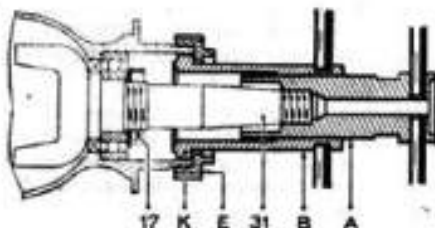

Fig. 18. -- Mise en place de l'ensemble pivot-fusée.
* Maintenir la transmission (maintenir l'arbre avec une griffe) pour serrer l'écrou (17) de blocage du roulement intérieur de fusée à 10 m/kg. (Attention, sauf sur les premiers modèles de voitures où les écrous de fusée de droite et de gauche étaient de même pas 35 x 150 à droite, l'écrou de la fusée gauche a un pas à droite et l'écrou de la fusée droite à un pas à gauche).
* Positionner le roulement et l'arbre dans le pivot : poser l'arrêt de l'écrou (17), puis le rabattre ; visser la pièce « A » (fig. 18) de l'outillage 1824 - T sur la fusée (31) (pas à droite sur fusée gauche et inversement) ; tourner le corps « B » à droite, faire pénétrer « K » dans le pivot ; visser l'écrou « E » sur le pivot. Tourner le corps « B » à gauche en maintenant la pièce « A », jusqu'à mise en place du roulement.
* Garnir l'intérieur du pivot de 0,100 kg de graisse adhésive, puis engager l'entretoise (16).
* Placer le roulement extérieur (15) sur la fusée (31) (toujours à l'aide de l'outillage 1824 - T).
* Visser la pièce « A » sur la fusée (31) pas à droite sur la fusée gauche et inversement.
* Serrer l'écrou à encoches (4) de blocage du roulement extérieur à 15 m/kg mini. Fixer l'arrêt dans un des trous du pivot, et boucher le deuxième trou à l'aide de la vis serrée sur une rondelle Grower.